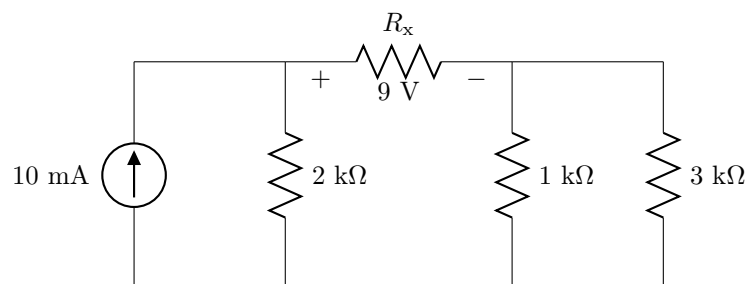

Figura 2.12: Circuito del problema 12.
12. Determina cuánta potencia está absorbiendo la resistencia  $R_x$  en el circuito de la figura 2.12.